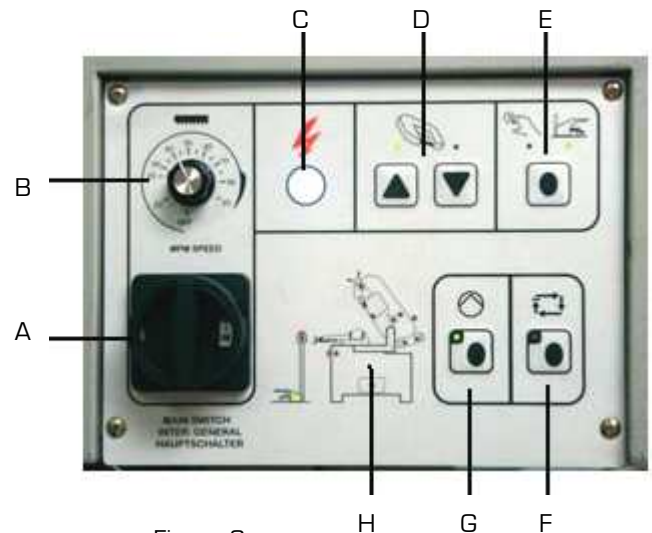
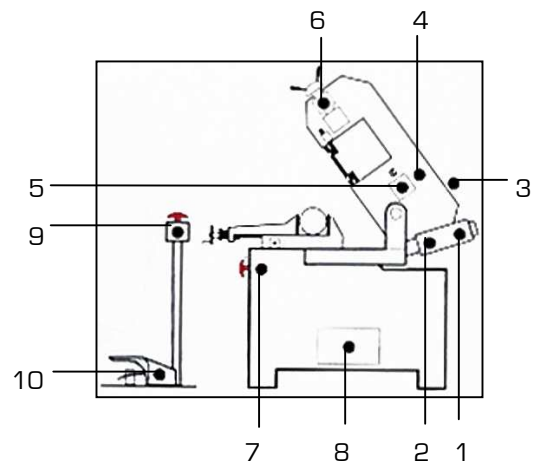

Figure 3
Figure 4
- Sectionneur général cadenassable (mise sous tension) [A fig.3]. Le voyant blanc [C fig.3] précise la mise sous tension.
- Variateur de vitesse [B fig.3] :
- La touche [G fig.3] permet d'activer la centrale hydraulique.
- La touche [E fig.3] propose deux choix :
- Voyant allumé côté main : possibilité de régler la hauteur de l'archet à l'aide des deux touches [D fig.3] et de démarrer le cycle à l'aide de la touche [F fig.3].
**Pupitre de commandes électriques (figure 3)**
**Voyants lumineux (figure 4) sur panneau (H fig.3)**
1. Mettre sous tension et descendre l'archet à l'aide de la touche [D fig.3].
2. Tourner le volant (A) jusqu'au « déclic » (micro-contact) situé sur le capteur tension/ruban (C).
3. La tension idéale du ruban se trouve au milieu de la zone verte du manomètre (B) (entre 150 et 200).